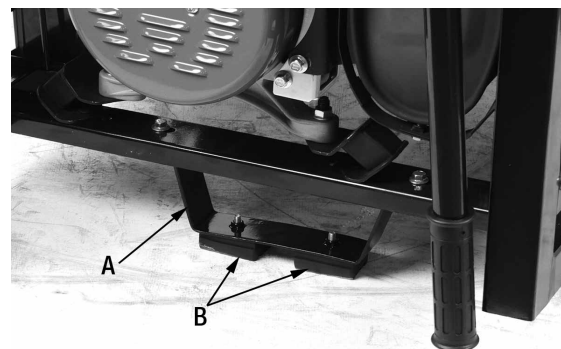

Figure 3
Une fois que les roues sont installées, installez le support de châssis (A) Fig.3 sous le châssis. Fixez les pieds en caoutchouc (B) au support (A) en utilisant des boulons hexagonaux à tête bridée. Ensuite, installez le support en dessous du châssis en utilisant des boulons hexagonaux à tête bridée.